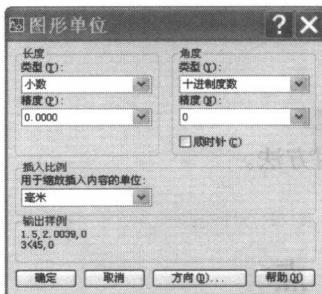
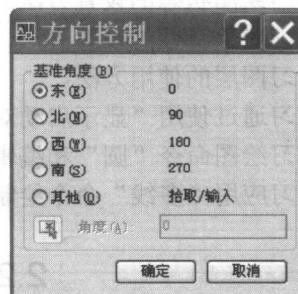

图 2-1 图形单位对话框
图 2-2 方向控制对话框
- (1) 创建一个新的图形文件，保存为“样板图.dwg”。
- (2) 设置样板图的绘图界限为(420, 297)。
- (3) 设置样板图的单位，如图 2-1 和图 2-2 所示。